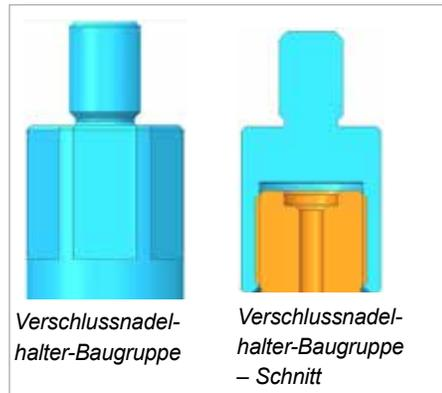

Abbildung 6-8 Verschlussnadelhalter-Baugruppe
2. Installieren Sie diese Baugruppe im oberen Teil des Verschlussnadelhalters. Ziehen Sie auf 8 bis 10 Nm (6 bis 7 lbf.ft.) fest. Siehe Abbildung 6-8.